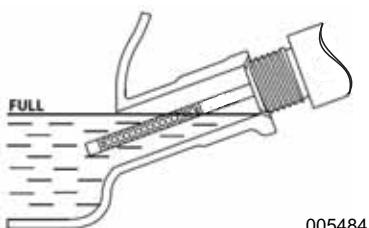

Figure 4-2. Plage de fonctionnement sûr
5. Pour vérifier le niveau d'huile, insérez la jauge dans le goulot de remplissage d'huile, sans la visser. Voir **Figure 4-2**.
- Pour vérifier le niveau d'huile, retirez l'entonnoir et insérez la jauge dans le goulot de remplissage d'huile, sans le visser. Voir **Figure 4-2**.